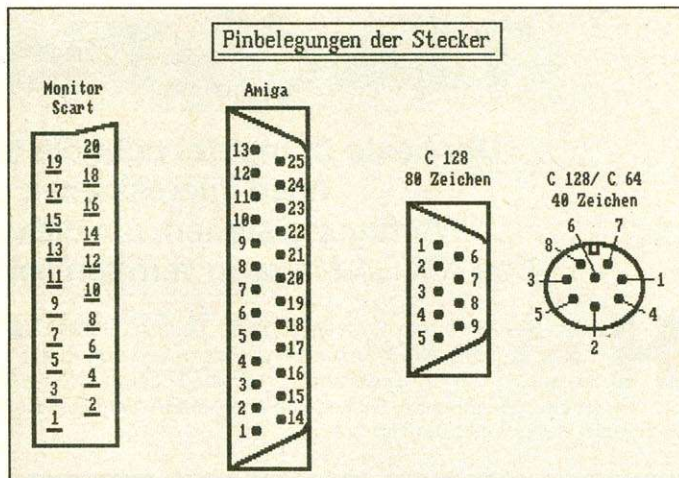

Bild 7. Pinbelegung der Stecker am Monitor, Amiga und C 64/128
Hier ist der eine Kontakt als Öffner (E) und der andere Kontakt als Schließer (e) anzuklemmen. Bild 7 zeigt die Pinbelegung der Stecker.